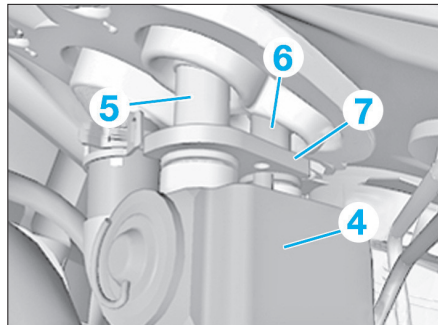

Fig. 12
- Positionner correctement le détendeur (4) sur les conduites de frigorigène (5) et (6) (Fig.12).
- Positionner les vis du détendeur (4) en veillant au positionnement correct de l'agrafe de fixation (7).